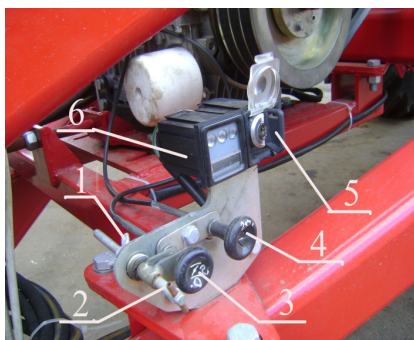

Рисунок 12. Панель керування двигуном приводу вентилятора.
17. Запуск, регулювання оборотів і зупинка двигуна здійснюється ключем запалювання і поворотними перемикачами, розміщеними на панелі керування (рисунок 12). Перед запуском двигуна необхідно встановити мінімальні оберти двигуна – робота на холостому ходу. Для цього необхідно відпустити гайку 1 (рисунок 12) і обертанням гвинтового важеля 2 за годинниковою